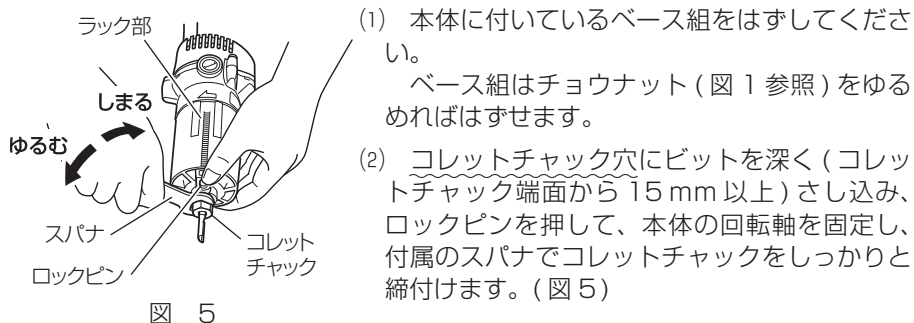

図 5
(3) 取りはずしたベース組を、ハウジング外周にあるラック部と、ベース組に取り付いているピニオンを合わせて本体に取付け、チョウナットを確実に締付けてください。(図 1、図 5 参照)